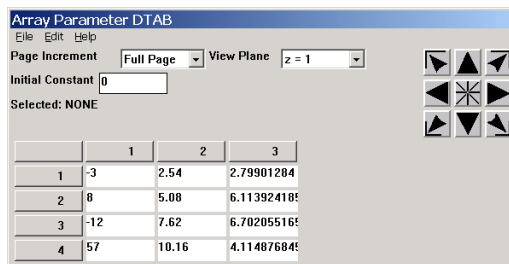

图8.8 \*VFILL命令填充的数组
**\*VFILL** 命令可以用来填充一个一般数组或表数组的列向量。例如以下语句将得到如图 8.8 所示的数组。